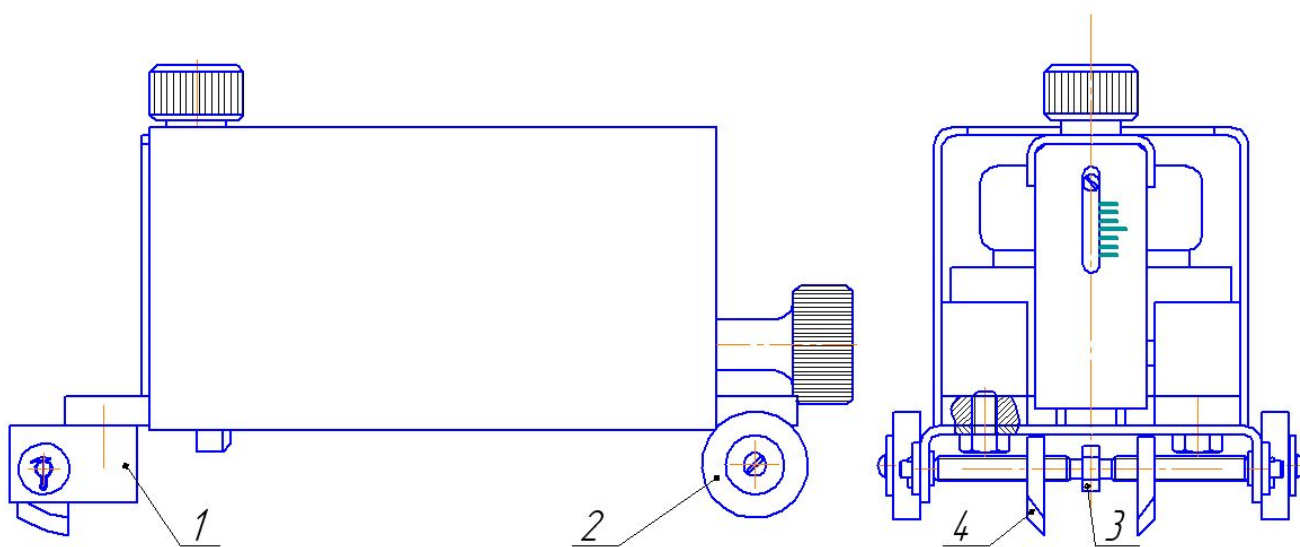
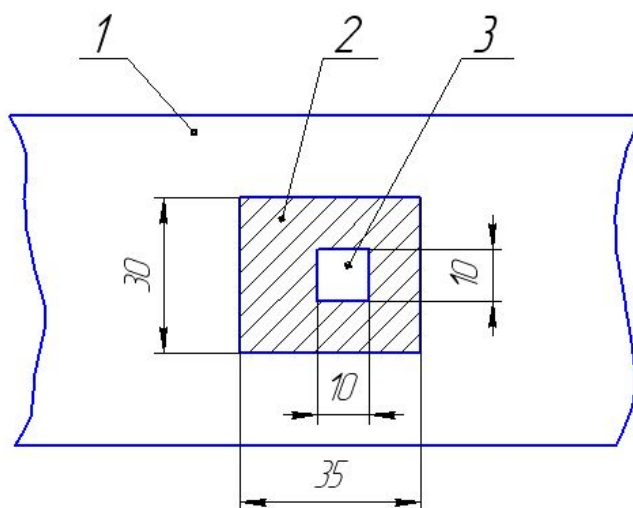

Рис.2
Рис.6
2). Подготовительные работы в месте определения адгезии выполняются ножом и резак, входящими в комплект поставки. Применение резака 1 показано на рис.2.
- 1) С помощью резака, установленного на основание адгезиметра (рис.2) делают надрез размером 10х10 мм до металла в испытуемом защитном покрытии 1 (рис. 6).